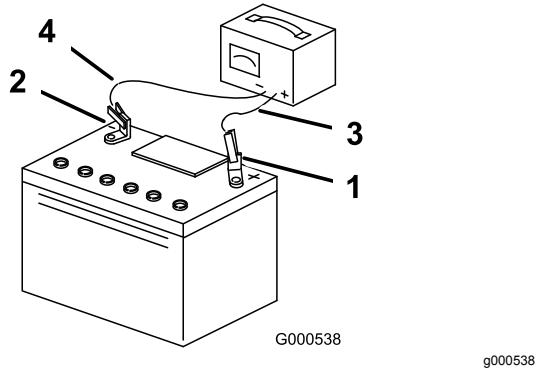

Figure 30
- Quand la batterie est chargée au maximum, débranchez le chargeur de la prise, puis débranchez les fils du chargeur des bornes de la batterie (Figure 30).